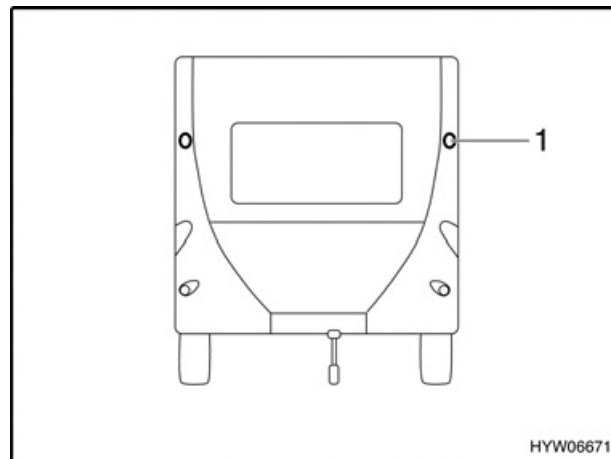

Bild 110 Beleuchtung Front
- Gehäuse (Bild 110,1) im Uhrzeigersinn drehen und abziehen.
- Gehäuse (Bild 110,1) nach oben klappen.
- Gummifassung zusammendrücken und zusammen mit dem Gehäuse (Bild 110,1) herausziehen.